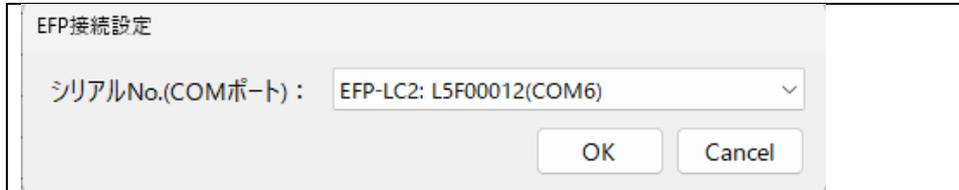

図 4.8 COM ポート選択画面
- ① メイン画面の[設定]ボタンクリックで EFP 接続設定の画面が表示(図 4.8 参照)されます。
- ② プルダウンでホストマシンに接続されている EFP-LC2 の COM ポートが選択肢に表示されるので、接続する EFP-LC2 の COM ポートを選択してください。
- ③ “OK”ボタンクリックでメイン画面に戻り、選択された COM ポートが[シリアル No (COM ポート)]に表示され、[ファームウェアバージョン]に接続されている EFP-LC2 のファームウェアバージョンが表示されます。